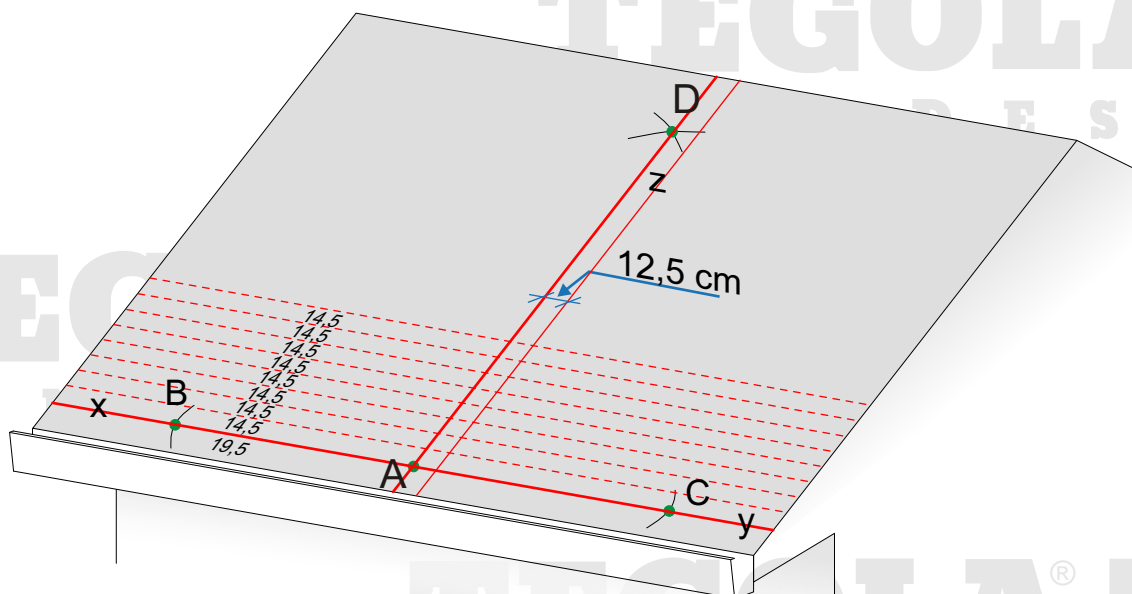

Fig. 1 - Trazado de la cubierta
- Partiendo de la línea xy, trazar unas líneas horizontales y paralelas a la misma, a una distancia entre sí de 14,5 cm hasta llegar a la cumbrera (fig. 1).